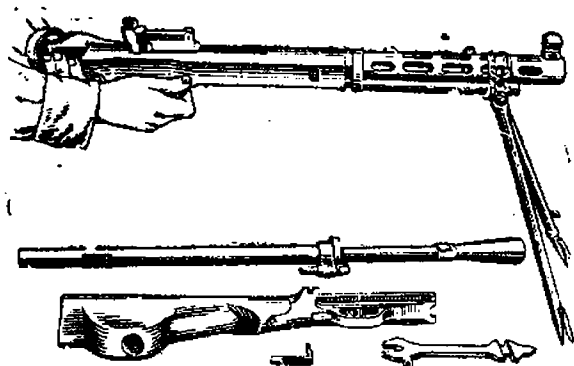
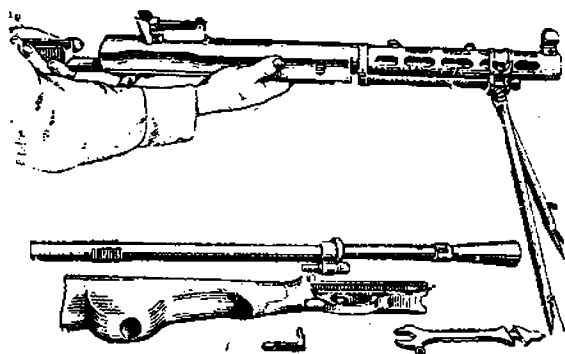

Рис. 12. Отделение затворной рамы
Рис. 13. Отделение затворной рамы
5. Отделить затворную раму с затвором: поддерживая пулемёт левой рукой за заднюю часть ствольной коробки, правой отвести рукоятку затворной рамы назад (рис. 12); затем, обхватив левой рукой раму вместе с затвором, вынуть их из ствольной коробки, поддерживая при этом правой рукой пулемёт за ствольную коробку (рис. 13).